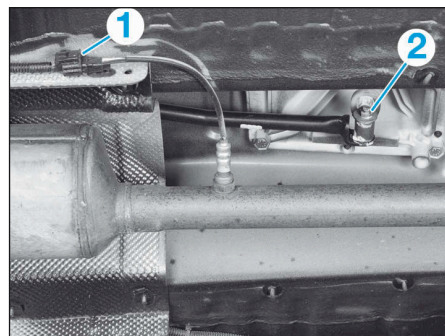

FIG.10
- Débrancher le connecteur (1) de la sonde lambda en aval du catalyseur (Fig.10).
- l'écrou (2) de la tringle de la commande de boîte de vitesses,